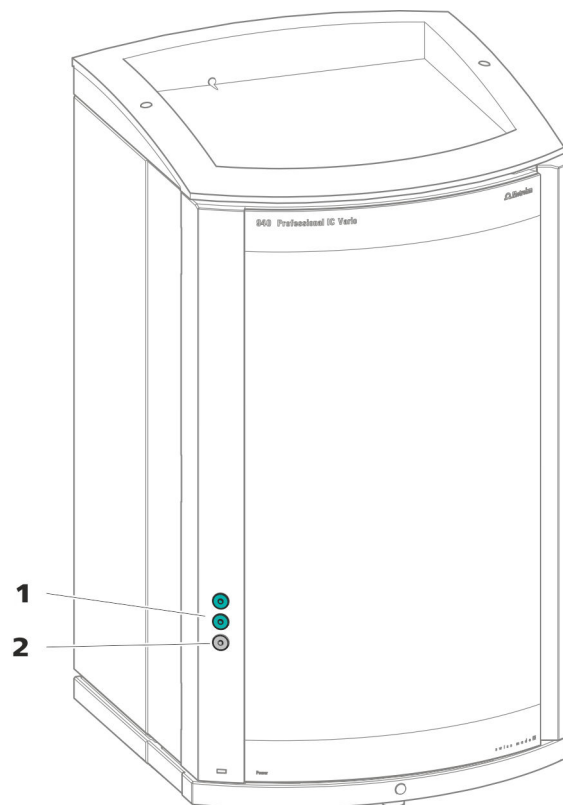

Abbildung 3 Durchführungen an der Tür
- Öffnungen an der Tür (*siehe Abbildung 3, Seite 10*)